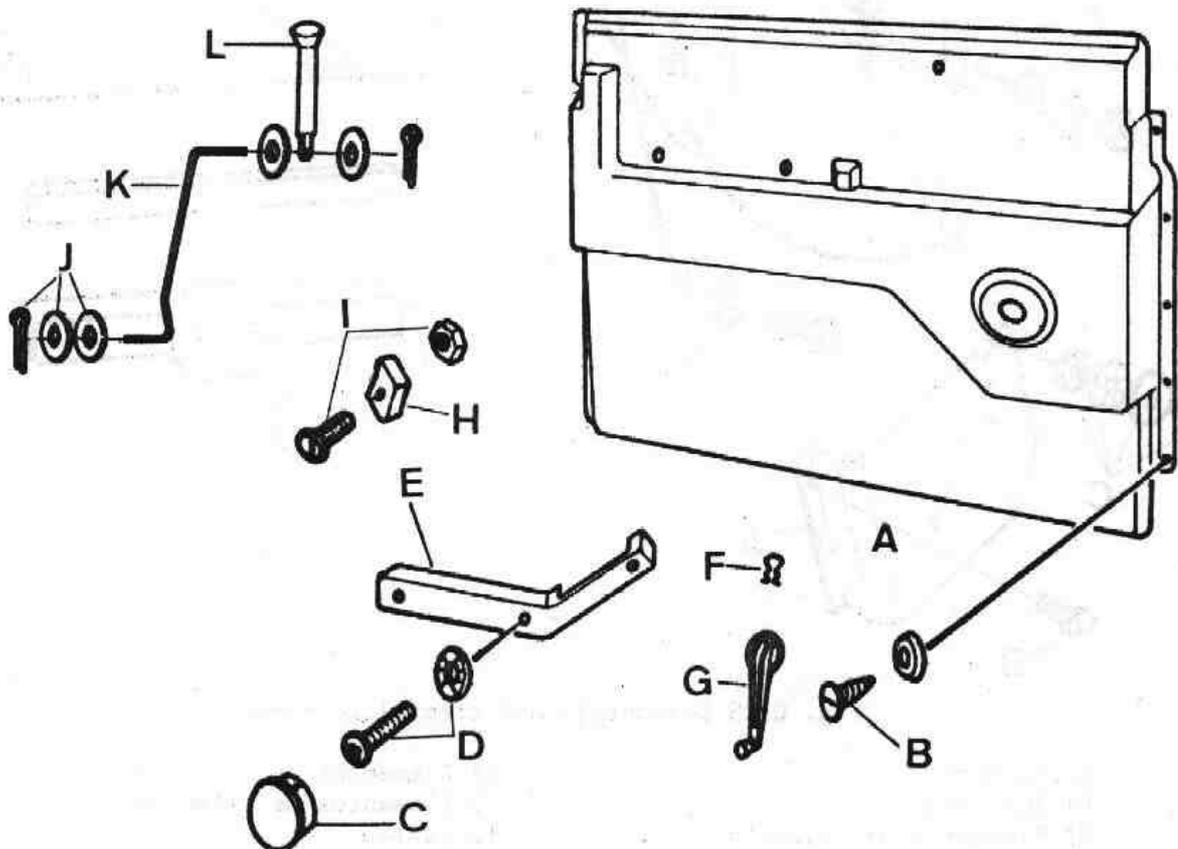

Fig. Q-24 Desmontaje de la tapicería de puerta
3.1.1. Desmontar la mivela, G (Fig. Q-24) del elevalunas, soltando el clip F, de fijación.
3.1.2. Desmontar el pomo, H, (Fig. Q-24) del mando de apertura de la puerta, soltando sus elementos de fijación, I.
3.1.3. Desmontar el apoyabrazos, E (Fig. Q-24), extrayendo los tapones, C, y los elementos de fijación, D.
3.1.4. Extraer la tapicería, A (Fig. Q-24), soltando sus elementos de fijación B, y soltar la varilla, K, extrayendo sus elementos de fijación, J.